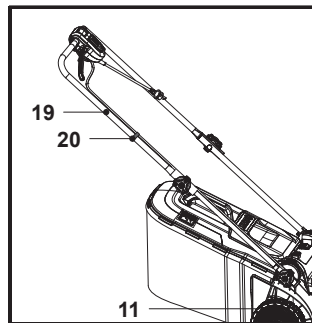

Fig. 4
6. Fixe o cabo de controlo (19) com o grampo do cabo (20) (Fig. 4).